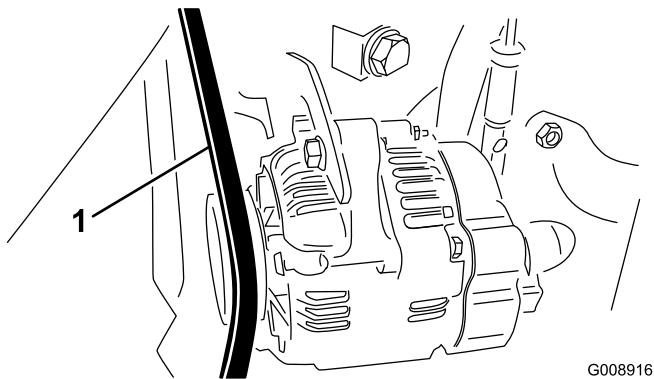

図 69
2. ベルト中央（オルタネータのプーリとクランクシャフトプーリの中間）を30 N·m (10 kg=22 lb) の力で押してベルトの張り具合点検する（図 69）。